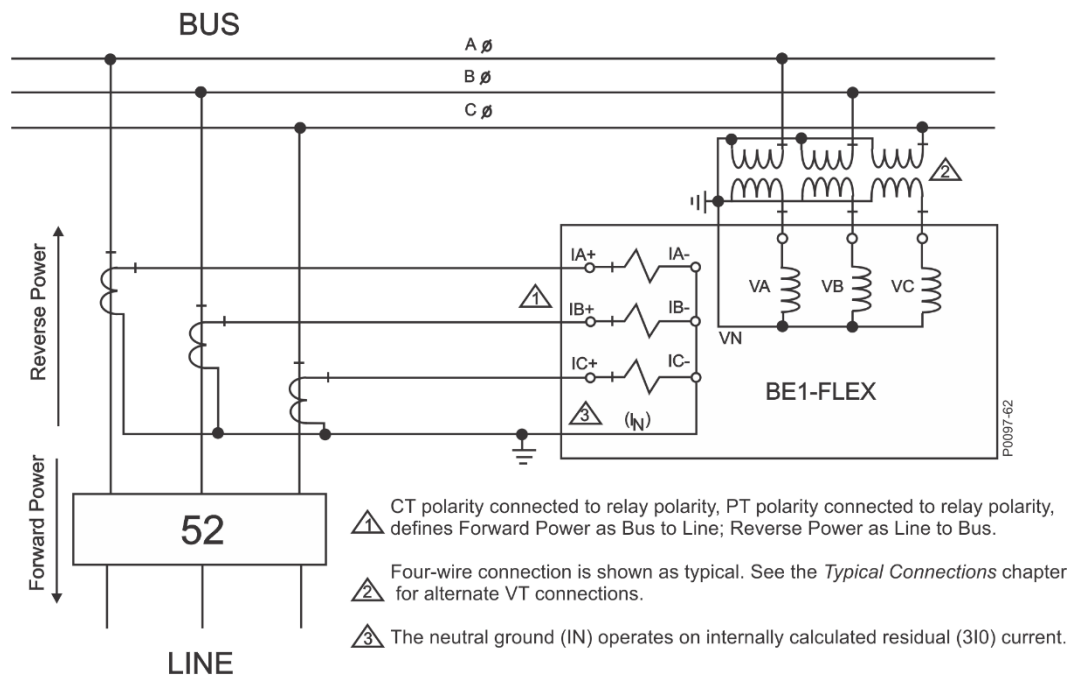
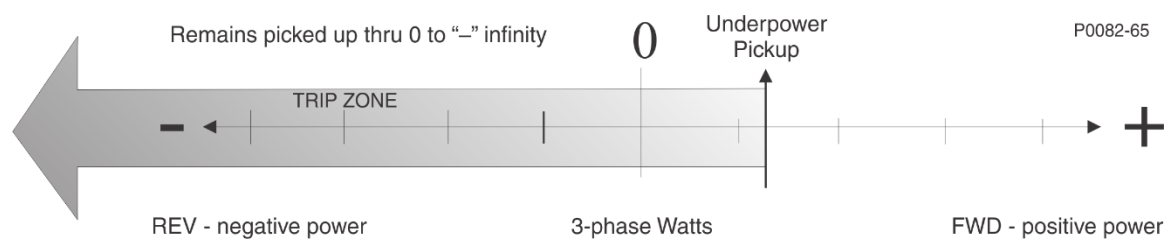

图 19-1. 功率流方向由电压和电流连接的极性来定义
图 19-2. 正向和反向启动值
除了超过功率跳闸阈值外，功率流的方向（正向或反向）必须与32 元件运行的方向设置相匹配。在 BE1-FLEX 中，正向和反向方向由连接到BE1-FLEX 的极性电压和电流定义，如图19-1 所示。根据 IEEE 极性约定，正向功率定义为母线到线，反向功率定义为线到母线。
无论方向设置如何，功率元件的三相功率启动设置始终为正。但是，将正向可视化为正功率，将反向可视化负功率，有助于理解元件响应。如果我们按照图 19-2 所示的中间零(0) 的正向和反向刻度来考虑，正向和负向功率流相对于正向和反向方向设置。例如，假设在一个联结应用中，如果有任何电力流向地区 EPS（电力公司），地区 EPS（非电力公司的发电源）需要与地区 EPS 分离（联结断路器跳闸）。为便于说明，假设图 19-1 中的母线 是本地 EPS，52 是联结断路器，LINE 是区域 EPS。正常的电力流是从区域 EPS 到本 地 EPS，这恰好是一个工业设施，其本地发电用于调峰。
假设极性电流和电压连接如图19-1所示，正向功率定义为流入区域EPS，反向功率定义为流入本地EPS。针对此类应用，应将32元件设置为在反向（至本地EPS）上以最小低功率跳闸。因此，设置将是反向、低于和1W。为了提高灵敏度，模式选择应为三选三，这要求每相功率低于三相功率设置的三分之一或0.33W。假设负载吸收的正常功率在我们的刻度上反向或负方向为4kW。如果在调峰发电运行时工厂突然失去负载，则电力可能会流向EPS区域，具体取决于负载与发电的比率。负4kW在达到某个正功率电平的过程中会通过0W。但是，这样做会通过反向、低于、0.33W/相的负的欠功率跳闸阈值，从而导致32跳闸并断开互联断路器。从负0.33到正无穷大，32元件保持在启动状态，如图19-2所示。应包括跳闸时间延迟，以确保32元件不会在瞬态功率条件下运行。